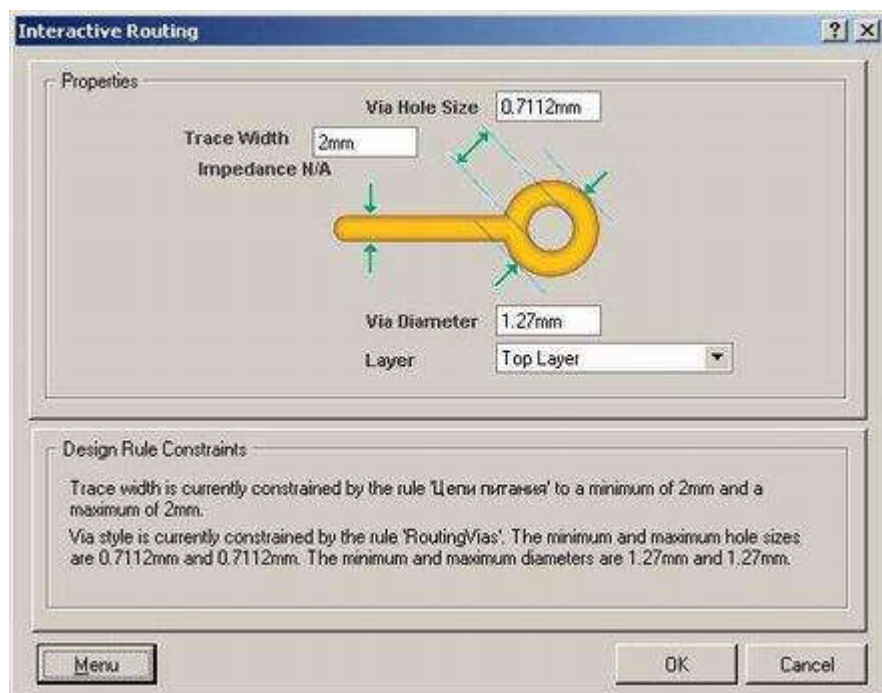

Рисунок 54 – Окно задания параметров интерактивной трассировки.
3. Нажмем клавишу TAB, после чего откроется окно Interactive Routing (рисунок 54).